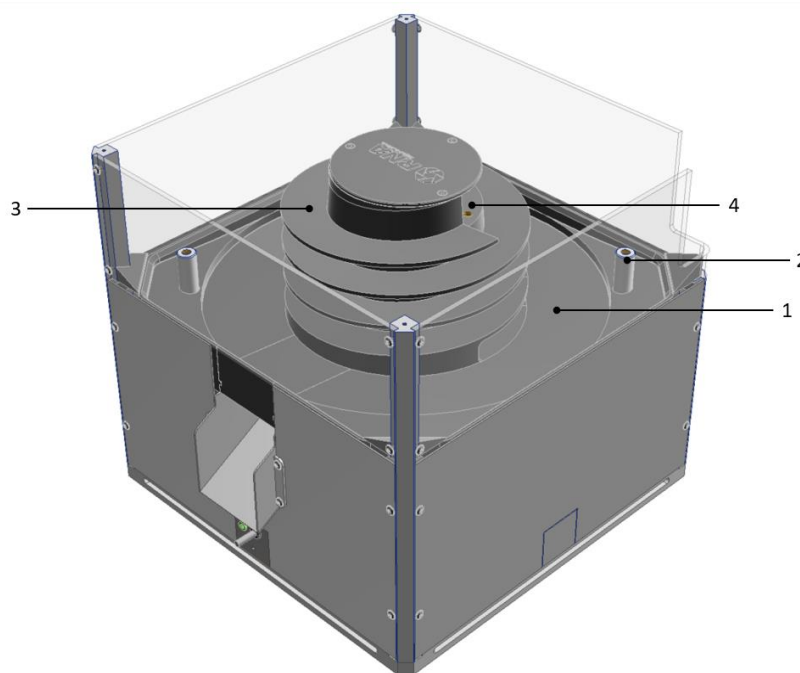

Abbildung 2: ROTU M ohne Tooling
Abbildung 2 zeigt ROTU M ohne Tooling. Die Fördergüter werden zur Bevorratung in den Unterbau (1) des ROTU gegeben und wandern die fördergutunabhängige Wendel (3) nach oben Richtung Tooling. Jedes Tooling wird mittels vier mitgelieferter M8-Schrauben an den vier Trägerstäben (2) befestigt. An der Innenwendel befinden sich zwei Ensat-Buchsen (4) für die Befestigung weiterer, fördergutspezifischer Ordnungselemente mittels M8-Schrauben.